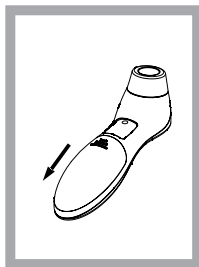

Ilustración 9
2. Extraiga la tapa del compartimento de baterías presionando hacia abajo tal y como se puede ver en la ilustración 9.